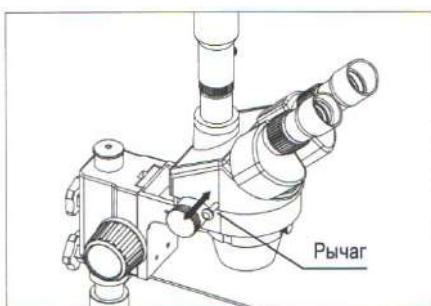

Рисунок 7
1. Передвигая рычаг внутрь и изнутри, смотрите в оба окуляра и переключайте камеру. Съемка производится, когда рычаг снаружи. При вводе рычага внутрь можно осуществлять наблюдение через оба окуляра. вне зависимости от выбора светового потока, рычаг должен находиться в одном из предельных положений (см. рисунок 7).